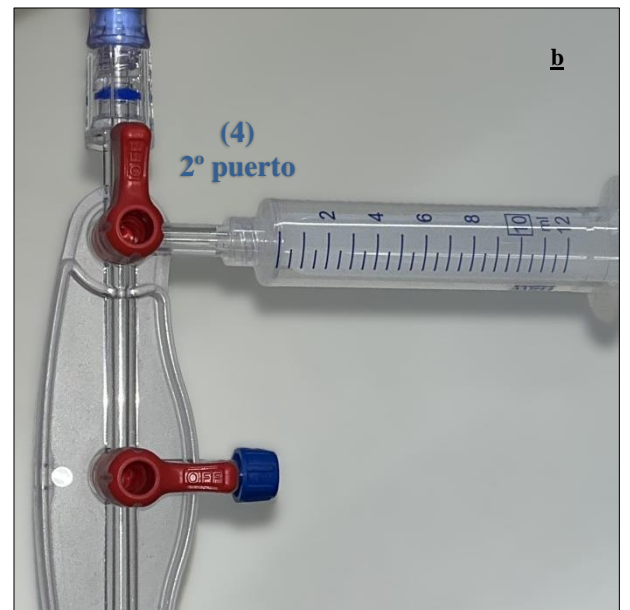

Fig. 28 Conexión de una jeringa estéril al segundo puerto del distribuidor con llave de paso (4) mediante una conexión LUER para la elución.
- b) Conecte una jeringa estéril con conexión LUER al segundo puerto del banco de llaves (4).
- Acople firmemente la jeringa para garantizar una conexión sin fugas para la transferencia de líquidos.(Ver Fig. 28.)